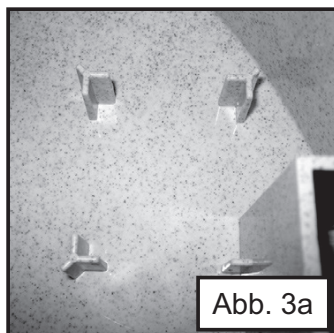

Abb. 3a
- 1) Setzen Sie den Motor wieder an seinem Platz ein, zwischen den drei 2,5 cm langen Säulen auf der rechten Seite des Trinkbrunnens. Drücken Sie ihn vorsichtig nach unten, um die Saugnäpfe einzurasten. (Abb. 3a-b)